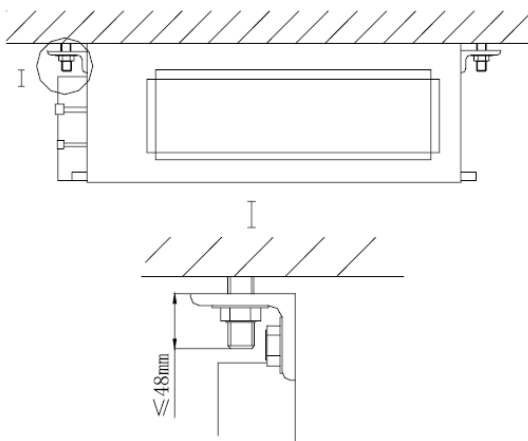

Fig. 5
- 3) Instale la unidad interior en el techo como se muestra en la Fig. 5.